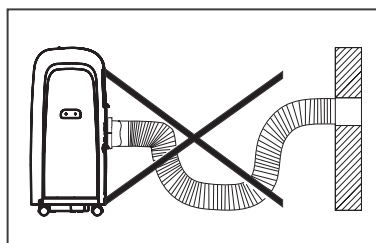

Рис. 7
5. При подсоединении шланга-воздуховода и изменении его длины не допускайте провисаний и изгибов (см. Рис. 7).